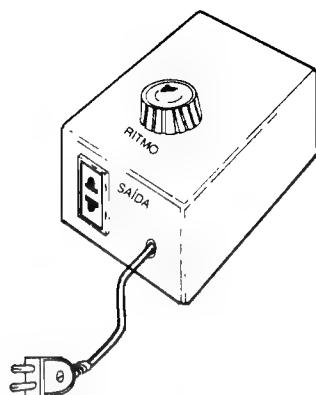

Fig.6
- FIG. 6 - ANEXAÇÃO DO DISSIPADOR - ACABAMENTO E CAIXA - Conforme vemos em 6-A, ainda antes de se "embutir" o conjunto na caixa escolhida, o dissipador de calor deverá ser mecânica e termicamente acoplado à aleta metálica do TRIAC, fixado por parafuso e porca, com firmeza... Cuidar para que o dito dissipador (alumínio) **não toque** em nenhuma outra parte metálica do circuito, terminais de componentes, pontas expostas de fios, etc. Em 6-B temos a sugestão para o "encaixamento" final do LAPO, de preferência feito num **container** plástico resistente, e cujas dimensões devem comportar - obviamente - tanto a placa do circuito quanto o volume relativamente grande do dissipador acoplado ao TRIAC (ver 6-A). No painel principal (topo da caixa), pode ficar o potenciômetro de ajuste do ritmo, guarnecido pelo respectivo **knob** (também plástico, para boa segurança...). Numa das laterais, pode ficar a tomada de Saída (tipo retangular, de encaixe...) e a Saída do "rabicho" (através de um furo guarnecido por "passante" ou ilhós de borracha...). Dar um nó no cabo de alimentação, pelo lado de dentro da caixa, é uma boa providência, evitando que eventuais esforços ou "puxões" possam vir a romper suas conexões soldadas à placa... Finalmente, 4 pés de borracha colados ou parafusados sob o conjunto (na base da caixa), darão es-